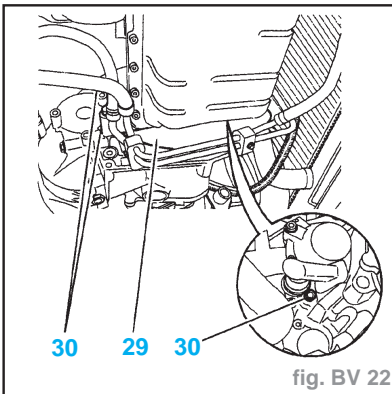
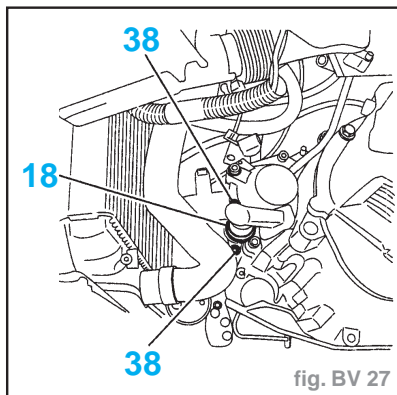

fig. BV 22
fig. BV 27
- la vis (23)
- le support et le pignon de prise tachymétrique (24)
- les vis (25)
- la prolonge de pont (26)
- la vis tachymétrique (27)
- le joint torique (28)
- Écarter la plaque de fermeture (29) avec les tuyaux de direction assistée (fig. BV. 22).
- Mettre en place le cylindre récepteur d'embrayage (18) (fig. BV. 27).
- Serrer les vis (38) à **2 daN.m**.
- Serrer les vis (30) à **5,5 daN.m** (fig. BV. 22).